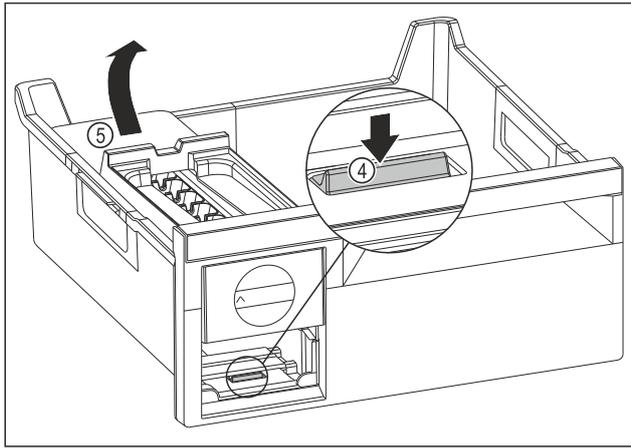

Fig. 112
- ▶ Extraer el cuerpo del EasyTwist-Ice: Presionar la lengüeta Fig. 112 (4) con los dedos hacia abajo subiendo al mismo tiempo por detrás con la otra mano el cuerpo del EasyTwist-Ice Fig. 112 (5).